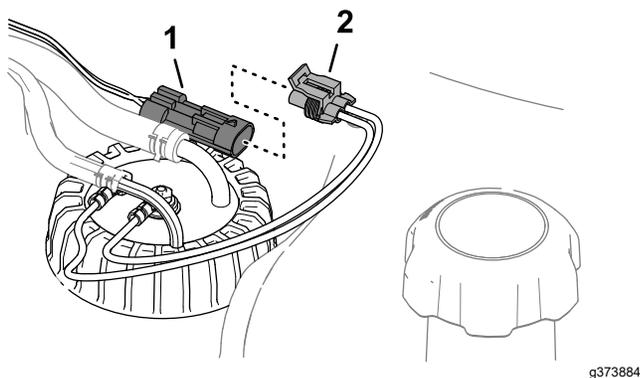

Figura 129
6. Collegate il connettore del cablaggio del trasmettitore di livello carburante al connettore del cablaggio preassemblato della macchina (Figura 129).